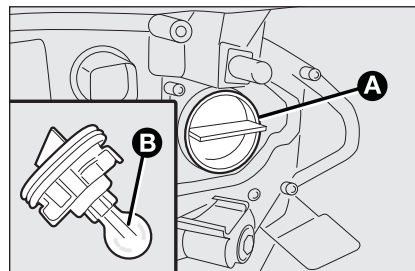

fig. 23
- ☐ extraiga la lámpara **B-fig. 23** y sustitúyala;